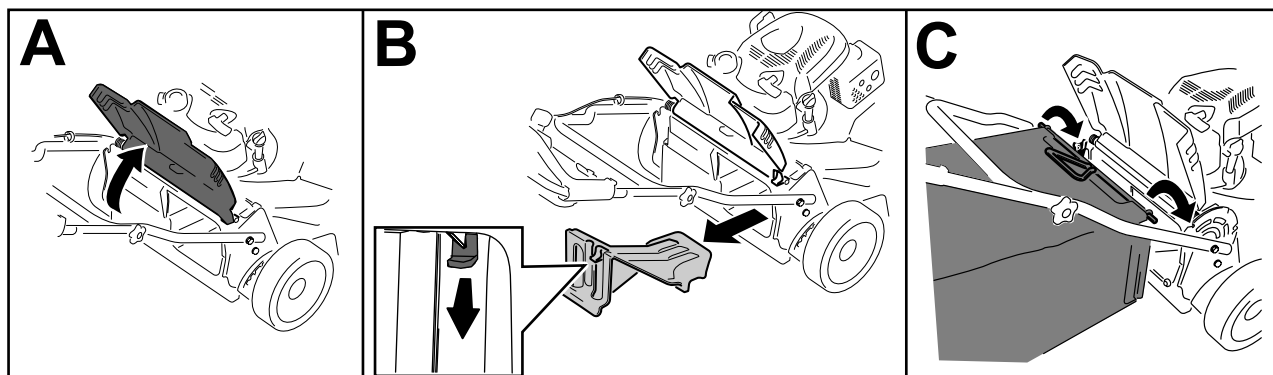

Figura 24
1. Eleve y sujete la tapa trasera (Figura 24, A).
2. Retire el tapón de descarga trasera tirando hacia abajo en el enganche con el dedo pulgar y extrayendo el tapón de la máquina (Figura 24, B).
3. Instale la varilla de la bolsa en las muescas de la base del manillar y mueva la bolsa hacia adelante y hacia atrás para verificar que la varilla está asentada en el fondo de cada muesca (Figura 24, C).